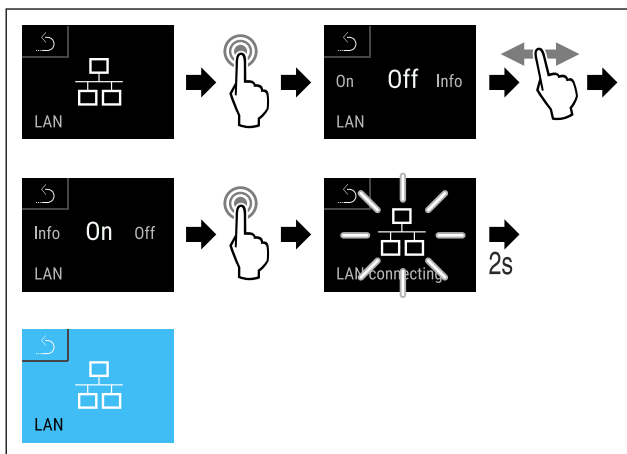

Fig. 126
- ▶ Suivre les étapes (voir Fig. 126).